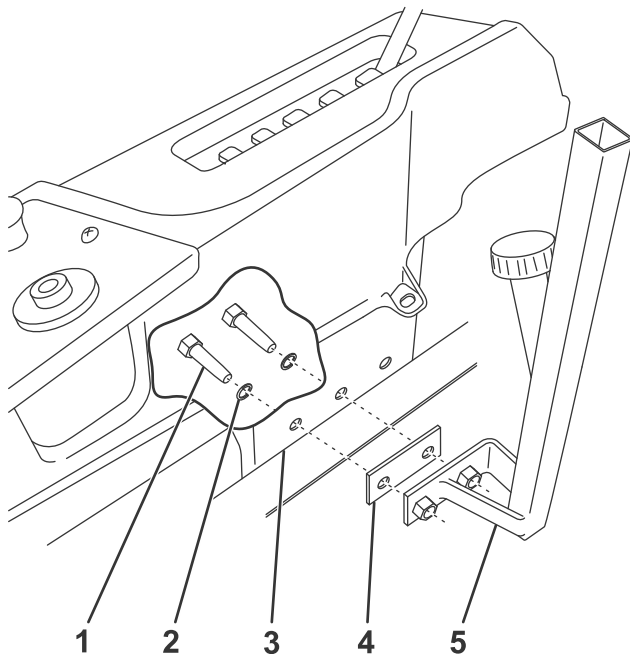

Figure 1
4. Fixez les supports récepteurs dans les 2 trous avant du cadre à l'aide de 2 boulons ($\frac{1}{2}$ " x $1\frac{1}{8}$ ") et de rondelles de blocage fendues ($\frac{1}{2}$ "). Si votre machine n'est pas équipée d'un arceau de sécurité, insérez la plaque entretoise comme montré à la Figure 1.